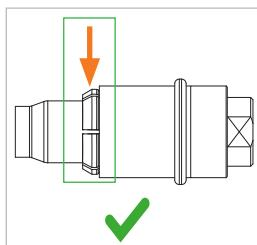

Abbildung 3
- ▶ Halten Sie den Adapter am Unterteil (Pos. 2) und an der nach hinten gezogenen Griffhüse (Pos. 1) fest. Drücken Sie den Schlauch so weit in den Adapter ein, bis die Spannzangen (Pos. 3) zusammenfallen (*Abbildung 3*).